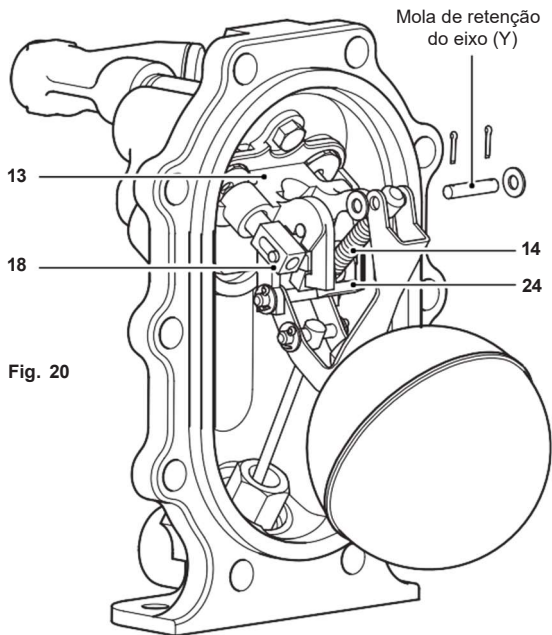

Fig. 20
3. Remova o pino e arruela de um lado da mola de retenção do eixo (Y) (Veja Fig. 20).